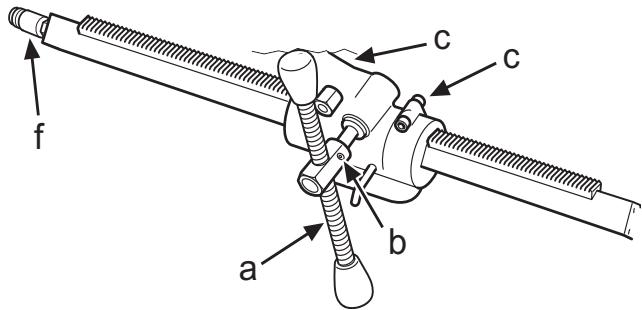

Fig. 10
- Per trasferire la leva dell'alimentatore (a) sul lato opposto, allentare la vite di bloccaggio (b) con attacco a brugola da 6 mm (fig. 10).
- Il gioco rispetto alla colonna di foratura può essere ridotto al minimo utilizzando le 2 viti (c) (fig. 10).
- Zur Verlegung des Vorschubhebels (a) auf die gegenüber liegende Seite die Sicherungsschraube (b) mit einem 6-mm-Inbusschlüssel lösen (Abb. 10).
- Der Abstand zur Bohrsäule kann mit zwei Schrauben (c) auf ein minimales Spiel reduziert werden (Abb. 10).
- Pour déplacer le levier d'alimentation (a) de l'autre côté, desserrer la vis de blocage (b), fixation hexagonale de 6 mm (Fig.10).
- Le jeu au niveau du pilier de forage peut être réglé au minimum à l'aide de 2 vis (c) (Fig. 10).
- Om de toevoerhendel (a) naar de andere kant te verplaatsen, maakt u de borgschroef (b) los 6 mm inbus (Fig. 10).
- De ruimte tegen de boorkolom kan afgesteld worden op minimale speling met behulp van 2 st. bouten (c) (Fig. 10).